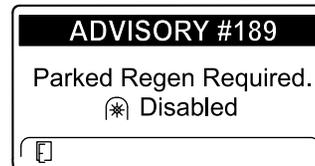

Figure 45
- Si vous n'exécutez pas de régénération en stationnement dans un délai de 2 heures, l'InfoCenter affiche ADVISORY #189 (avis n° 189) s'affiche pour demander une régénération en stationnement – prise de force désactivée (Figure 45).